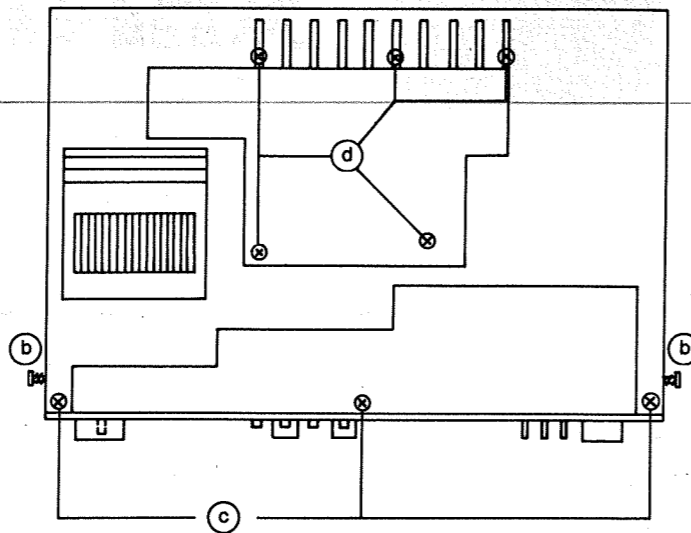

Abb. 2
- Zwei Schrauben (b) an den Seiten lösen. (Abb. 2)
- Sechs Schrauben (c) (je drei an der Ober- und Unterseite der Blende) herausdrehen (Abb. 2).
Fünf Schrauben (d) herausdrehen (Abb. 2).